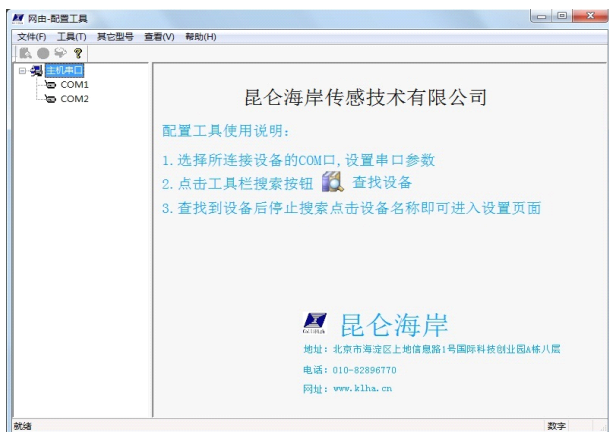

图 6-2
- 3、在电脑上双击网由-配置工具.EXE, 打开网由-配置工具, 如图 6-2 所示；